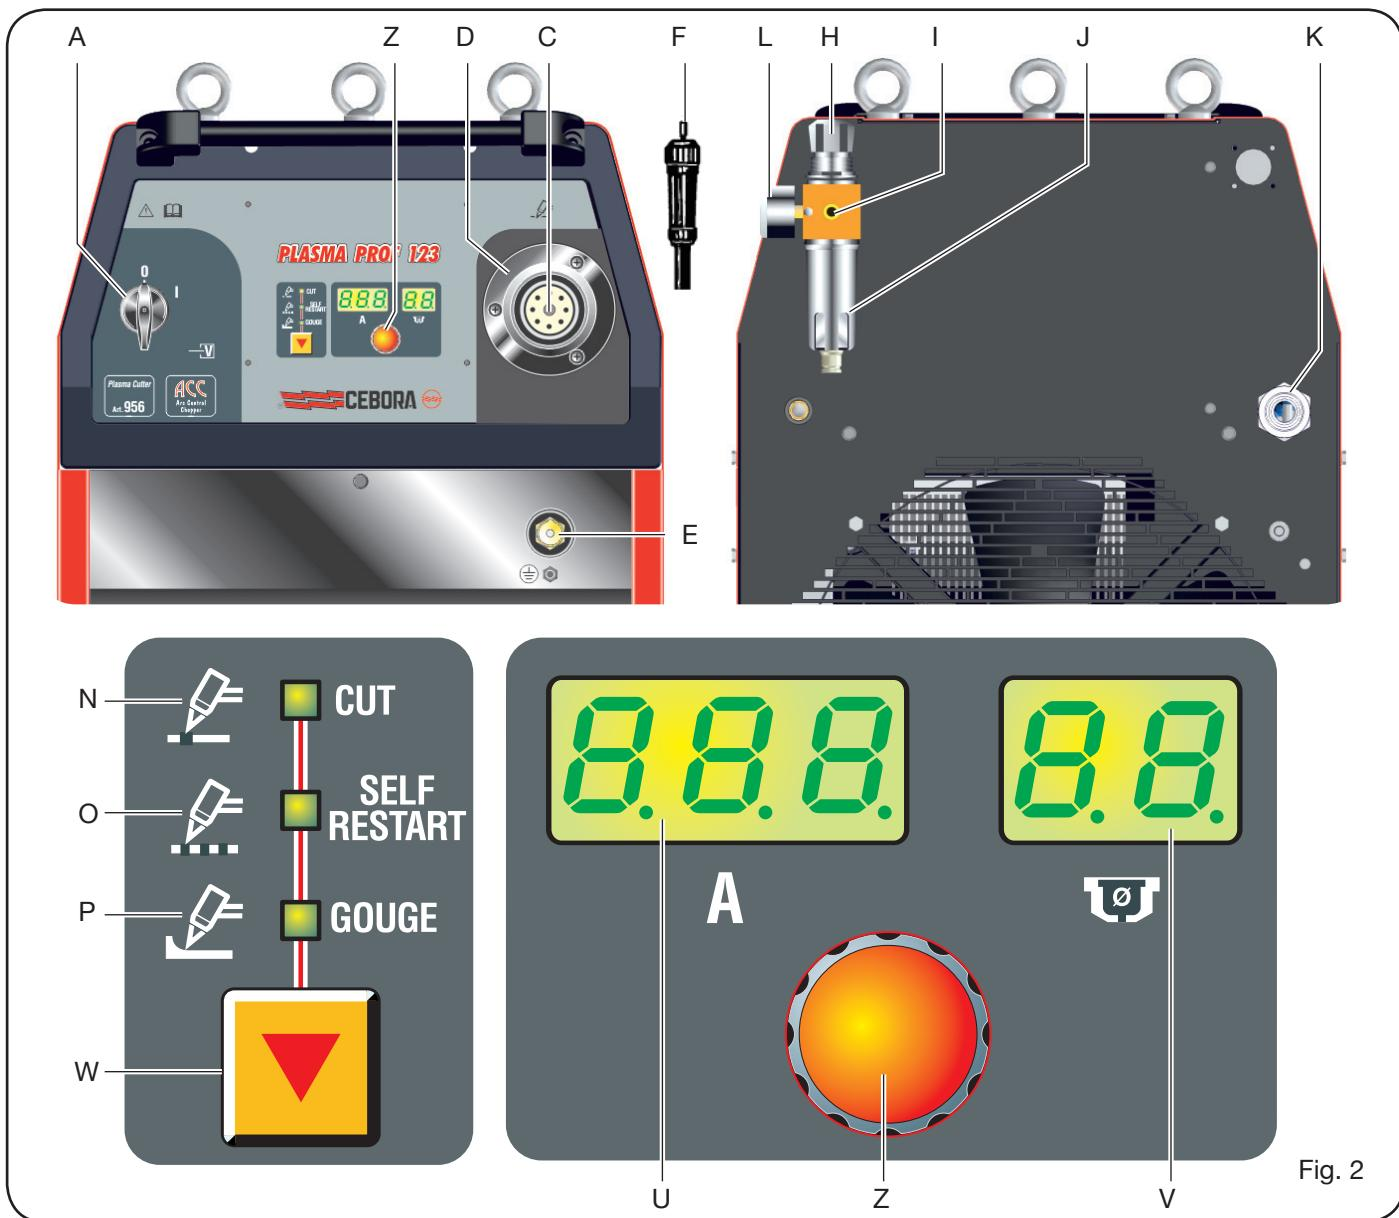

Fig. 2
### 2.2 DESCRIZIONE DELL'APPARECCHIO (fig. 2)
b) In caso di un collegamento con spina, usarne una di capacità in accordo con i dati di targa. In questo caso la spina deve essere usata per scollegare completamente la macchina dalla rete, dopo aver posizionato su "O" l'interruttore **A** (fig. 2).